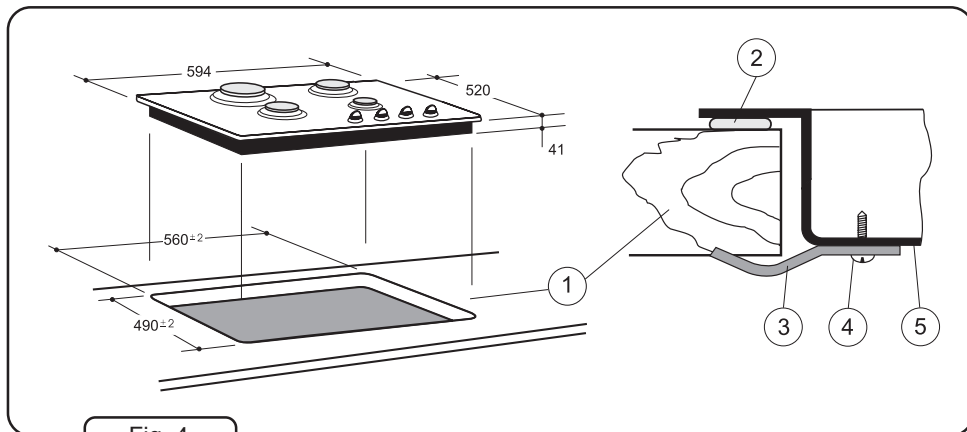

Fig. 4
2. No tampo de cozinha 1 cortar um furo rectangular de dimensões de 490 x 560 [mm] (fig.4 e 5).
4. Virar a chapa e no todo perímetro da chapa colar o empencaimento 2 (fig. 4 e 5).